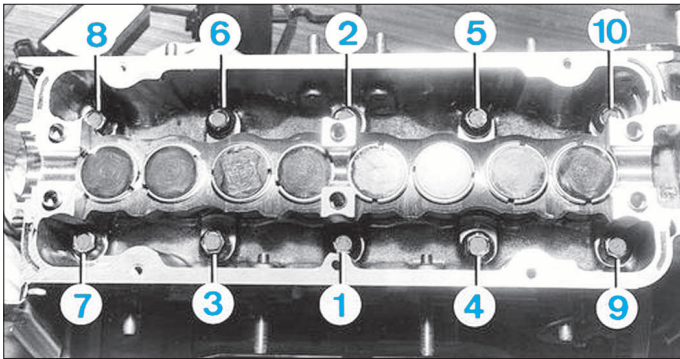

FIG. 28
- Reposer les vis et les préserrer à 2 daN.m dans l'ordre indiqué (Fig.28).